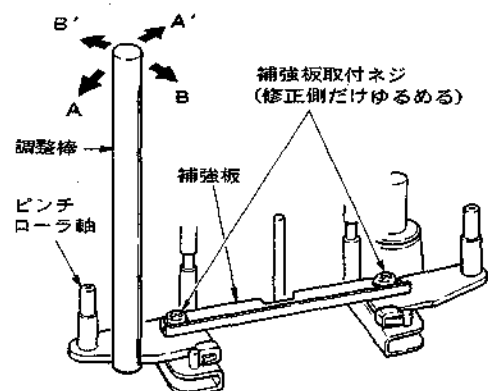

図13 ピンチ・ローラ軸傾きの修正
- 平行でない場合は、調整棒を使用して図13に示すA又はA'方向にピンチ・ローラ軸の傾きを修正する。(調整棒は出来るだけピンチ・ローラ軸に近い位置にセットして下さい。)
- 移動する場合は、図13の方法でピンチ・ローラ軸の傾きを微調整する。